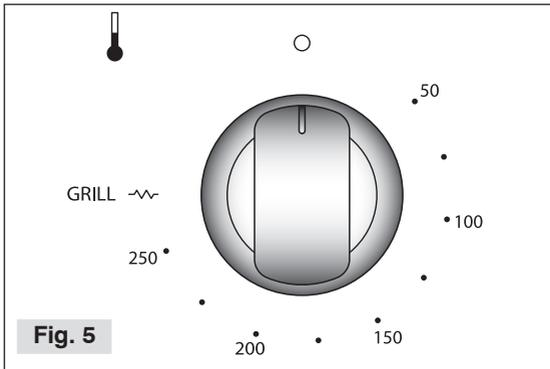

Fig. 5
1. Gire el mando del Termostato/Grill en el sentido horario hasta ubicarlo en la temperatura deseada (Fig. 5).